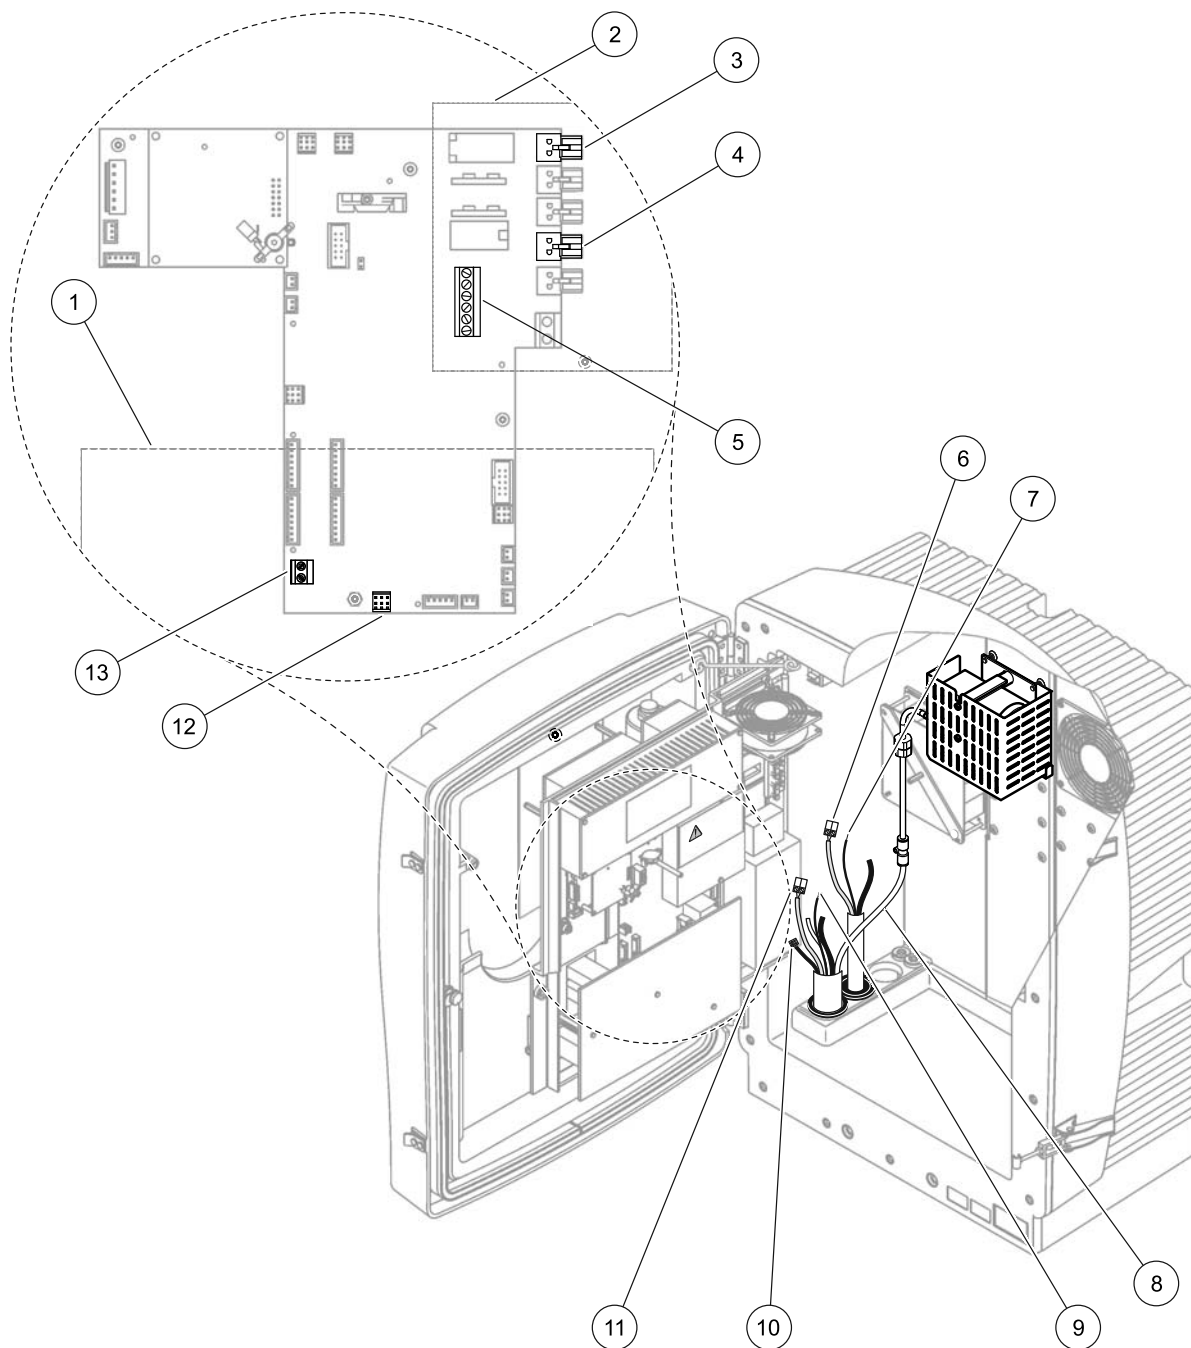

Рисунок 16 Подсоедините фильтр-пробоотборник sc и дополнительный дренаж с подогревом
4. Подсоедините провод заземления (зеленый/желтый) (позиция 9, Рисунок 16 на стр. 34) от фильтра-пробоотборника sc к клемме заземления (позиция 5, Рисунок 16 на стр. 34).
5. Подсоедините разъем питания к соответствующему клеммному соединению (позиции 4 и 11, Рисунок 16 на стр. 34).
7. Подсоедините разъем передачи данных (позиция 10, Рисунок 16 на стр. 34) к главной плате (позиция 12, Рисунок 16 на стр. 34).
9. Подсоедините белую воздушную трубку (позиция 8, Рисунок 16 на стр. 34) от фильтра-пробоотборника sc к разъему воздушной трубки на анализаторе (Рисунок 16 на стр. 34).
Смотрите Рисунок 16 и следующую процедуру для подключения дренажа с подогревом.
5. Подсоедините кабели дренажа с подогревом (позиция 6, Рисунок 16 на стр. 34) к клеммной коробке (позиция 3, Рисунок 16 на стр. 34).